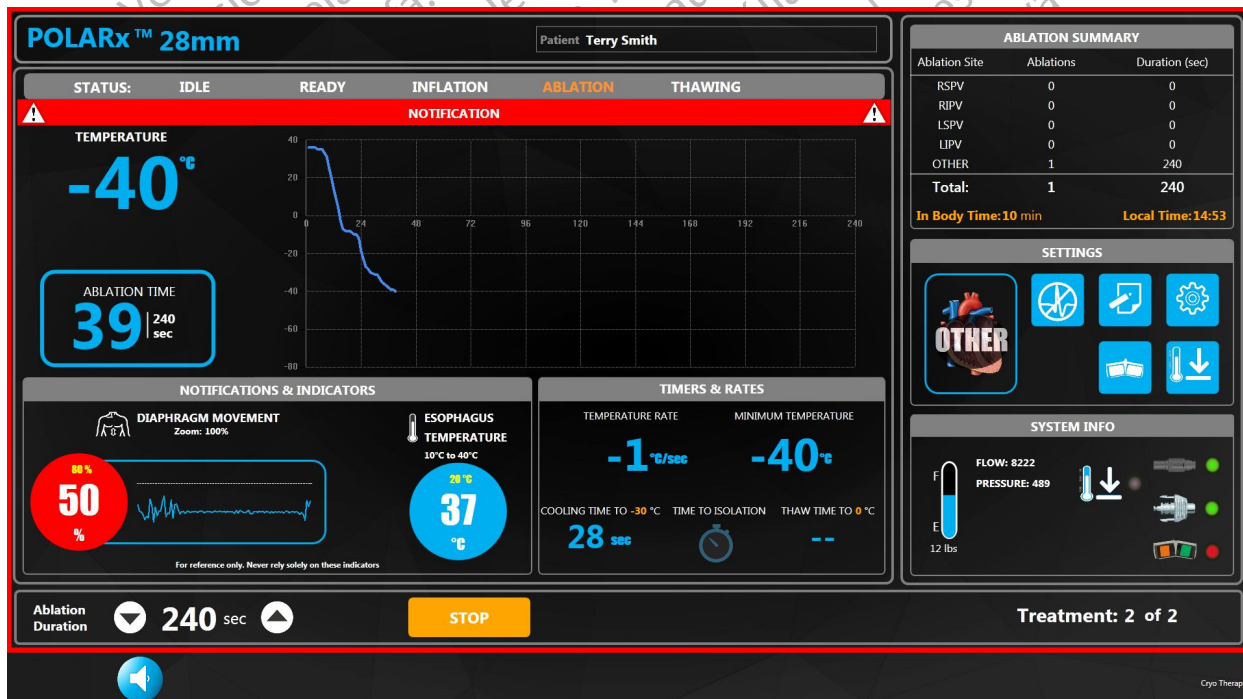

Figura 9. Senzor de mișcare a diafragmei
- f. Selectați valoarea numerică de lângă **Diaphragm Sensor Limit (Limită senzor diafragmă)**. Setați limita senzorului de diafragmă la procentul dorit utilizând săgețile sus/jos. Când procentul ajunge la pragul setat pentru acest câmp, afișajul senzorului diafragmei pe ecranul de terapie își schimbă culoarea în roșu și începe să clipească, un contur roșu în jurul ecranului clipește și bara de titlu a graficului de temperatură clipește în culoarea roșie și este însoțită de un semnal sonor (Figura 9). Alerta poate fi afișată în timpul fazelor de ablație.
- Datele mișcării diafragmei vor fi ilustrate pe graficul mișcării diafragmei, iar amplitudinea actuală va fi afișată ca procent. Procentul se bazează pe răspunsul măsurat la începutul fazei de ablație și va scădea pe măsură ce răspunsul pacientului la semnalul de stimulare scade. În cazul în care procentul ajunge la valoarea setată, procentul curent al mișcării diafragmei apare într-un cerc roșu și clipește, va clipi un contur roșu în jurul ecranului, iar bara de titlu a graficului de temperatură va clipi în culoarea roșie și va fi însoțit de o notificare sonoră (Figura 9). Alerta apare în timpul fazelor de ablație. Dacă valoarea DMS este mai mică decât setarea de sensibilitate DMS, graficul DMS va indica „No pacing Detected” (Nu s-a detectat niciun pacing). Graficul DMS are o linie albă care se ajustează la valoarea medie DMS văzută.